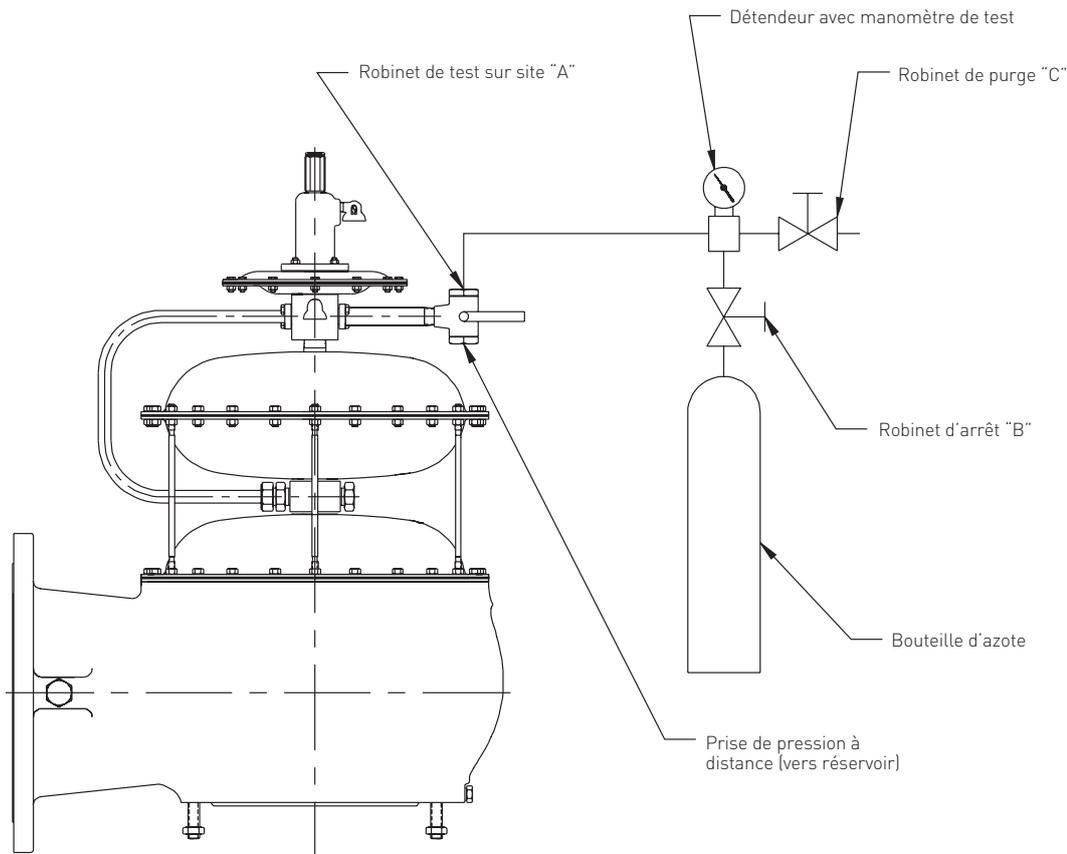

FIGURE 15
1. Raccorder la bouteille sous pression comme montré à la Figure 15.